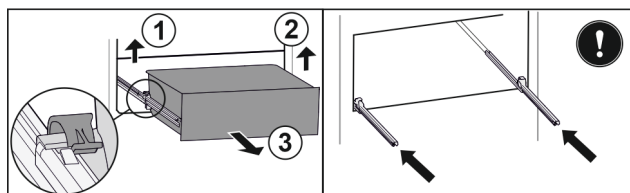

Fig. 154
- ▶ 提起左侧夹子, 同时将抽屉左侧向前拉。 Fig. 154 (1)
- ▶ 提起右侧夹子, 同时将抽屉右侧向前拉。 Fig. 154 (2)
- ▶ 朝前取出抽屉。 Fig. 154 (3)